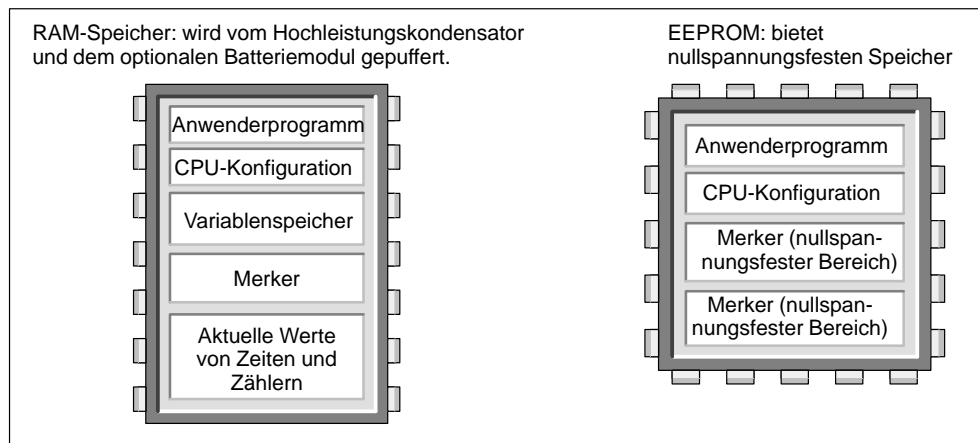

Bild 7-11 Speicherbereiche einer S7-200 CPU
- Die CPU verfügt über einen EEPROM, in dem Sie Ihr gesamtes Programm, einige Datenbereiche und die Konfigurationsdatei für die CPU nullspannungsfest ablegen können (siehe Bild 7-11).